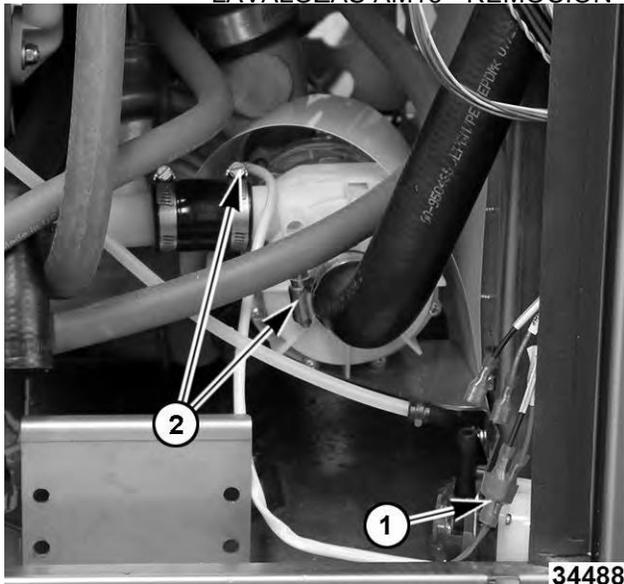

Fig. 88
3. Observe y desconecte el cableado (1, Fig. 88).
4. Afloje las abrazaderas de las mangueras de entrada y salida (2, Fig. 88).